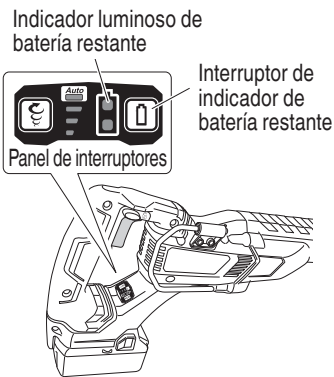

Fig. 22
- Al pulsar el interruptor del indicador de batería restante, se ilumina el indicador luminoso de batería restante y puede comprobarse la potencia restante. (Fig. 22) Al retirar el dedo de dicho interruptor, el indicador luminoso de batería restante se apaga. La Tabla 5 muestra el estado del indicador luminoso de batería restante y la potencia de batería restante.